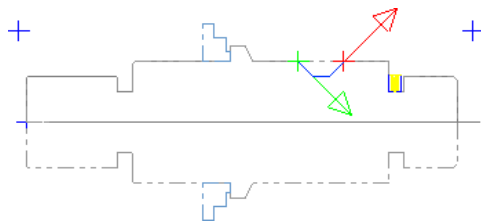

图 19.20 选取加工轮廓
Step2. 定义加工轮廓。采用默认的切槽定义方式，单击“径向车削的切槽选项”对话框中的 **✓** 按钮，系统弹出“串连选项”对话框。在该对话框中选中 ☒ **接续** 复选框，然后在图形区中依次选取图 19.20 所示的加工轮廓线。单击 **✓** 按钮，系统弹出“车床-进刀粗车 属性”对话框。